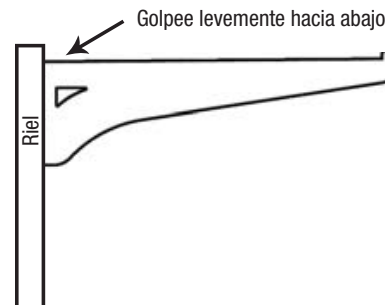

Figura 2
**PASO 3:** Una vez montados los rieles, inserte cada Ménsula de 20,32 cm a la altura deseada y golpee levemente hacia abajo cada soporte con un martillo, como se muestra en la **Figura 2**.